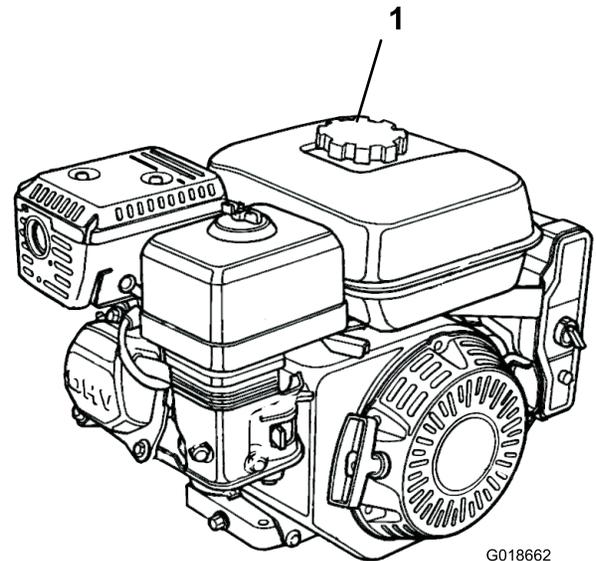

図 7
1. 燃料キャップ (図 7) の周囲をきれいに拭いてキャップ外す。無鉛ガソリン (ポンプオクタン価87以上) を、燃料タンクに入れる；タンク内でガソリンが膨張することを